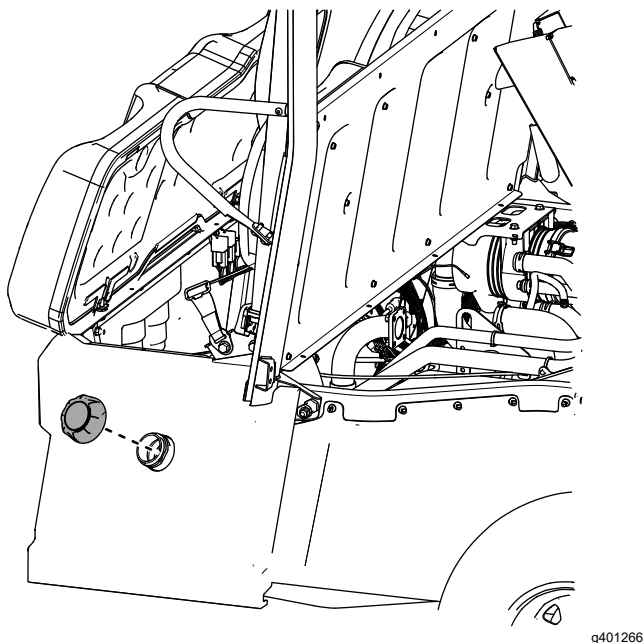

Figure 73
33. Remettez le bouchon du réservoir de carburant sur panneau de base arrière gauche du siège (Figure 73).